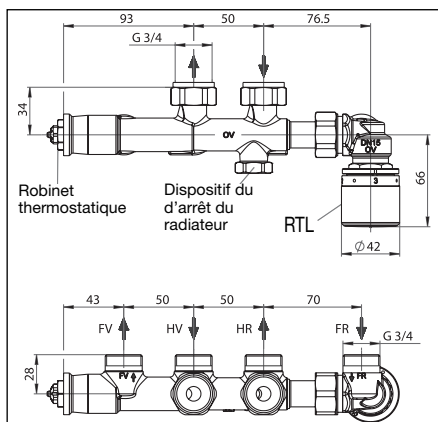
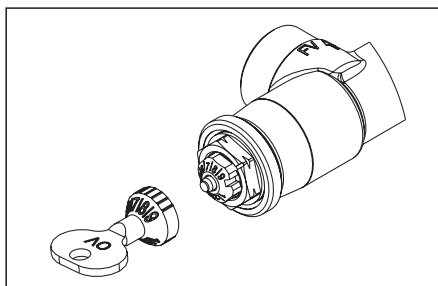

Fig. 3 Dimensions du raccord
Fig. 10 Préréglage robinet thermostatique
Monter le radiateur en respectant les dimensions de montage (fig. 3) et en tenant compte de la finition ultérieure du mur (par ex. carrelage). Couper la tuyauterie du circuit de chauffage à la longueur souhaitée. Visser le «Multiblock T-RTL» au radiateur en évitant toute contrainte mécanique (couple de 20-30 Nm) et les raccorder à la tuyauterie du circuit de chauffage à l'aide de raccords à serrage.
L'installation doit être remplie et purgée avant la mise en service. Pour cela, régler le robinet thermostatique sur la valeur maximum (préréglage '9', fig. 10). Effectuer un test d'étanchéité en respectant les pressions de service admissibles. Enduire ensuite les saignées murales.
A l'aide d'une clé plate de 13 mm ou de la clé spéciale, régler le robinet thermostatique (fig. 3) sur la valeur de préréglage calculée (fig. 10).
Régler le limiteur de température pour le retour (fig. 3) sur la valeur de consigne déterminée (réglage sortie d'usine:  $3 \approx$  environ  $30\text{ }^{\circ}\text{C}$ ).
2. Démontez le capuchon de protection du dispositif d'arrêt du radiateur (fig. 3).